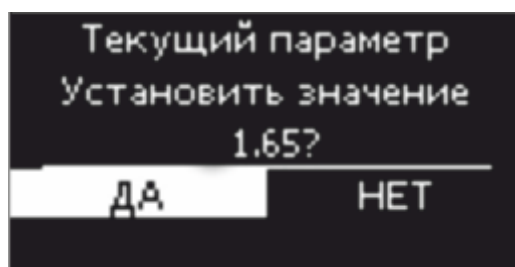

Рисунок 5.6 Подтверждение записи измеренного значения
- 5 Дождаться установления показаний в строке «текущ.парам.». Нажать на установившихся показаниях кнопку  и, подтвердив выбор, записать полученное значение в прибор (Рисунок 5.6).